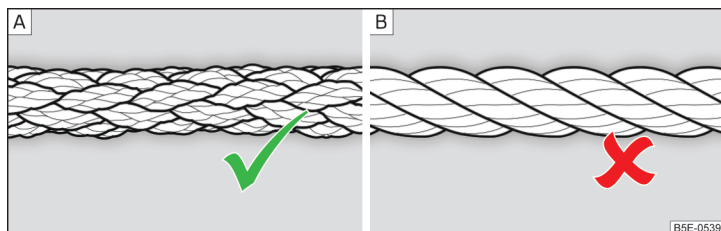

Fig. 351 Câble de remorquage tressé/ Corde de remorquage
Pour le remorquage à l'aide d'un câble de remorquage, utilisez uniquement un câble en fibres synthétiques » fig. 351 - A » I.
- Lors du remorquage, n'utilisez pas de câble de remorquage entortillé » fig. 351 - B, l'œillet de remorquage pourrait se dévisser du véhicule - risque d'accident.